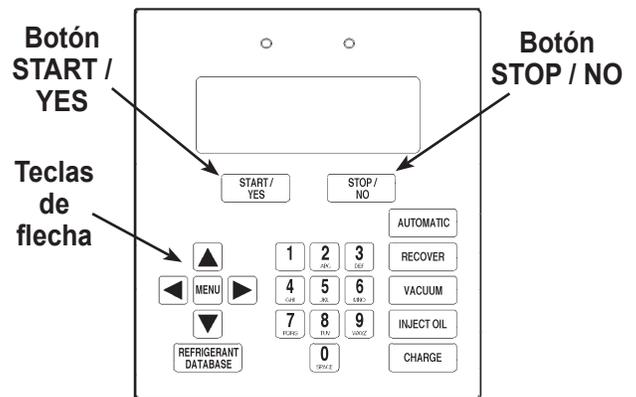

Figura 2
1. Utilice las teclas de flecha **ARRIBA** o **ABAJO** para alternar entre las opciones de inglés, español o francés. Consulte la Figura 2.